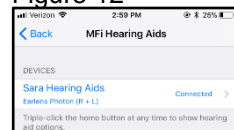

Figure 13
7. Le message « Connected » (Connecté) s'affiche lorsque vos prothèses auditives sont jumelées et connectées (Figure 13).